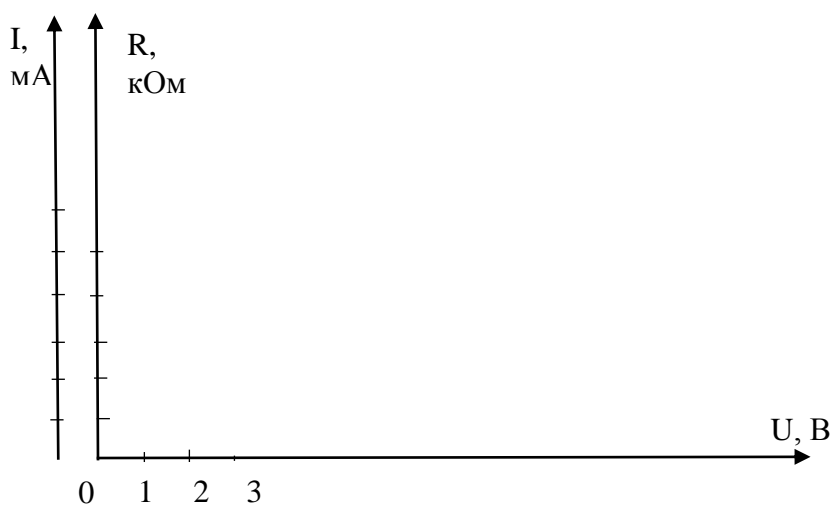

Рисунок 9.4 – Графики зависимости $I, R = f(U)$
10. Рисунок 9.4 – Графики зависимости I , $R = f(U)$.